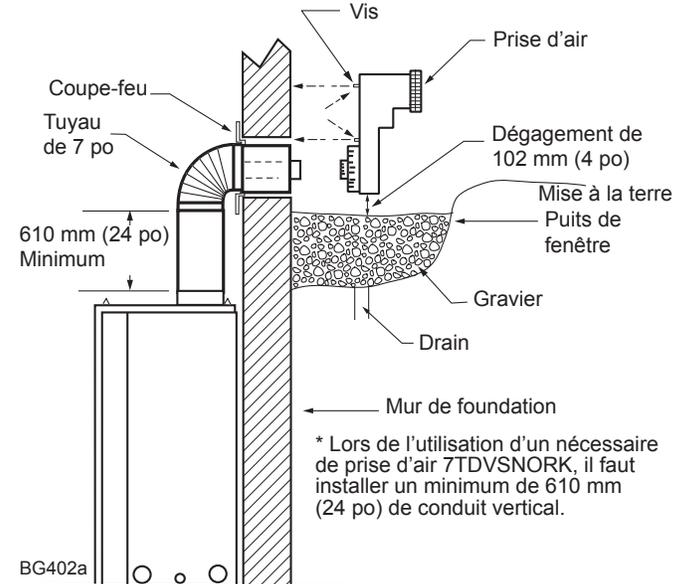

Figure 21 -
2. Creusez le sol jusqu'à une profondeur d'environ 16 po sous le socle de la prise d'air. Installez le conduit de drain. Installez le puits de fenêtre (non compris). Remplissez le trou de 12 po de gravier grossier, en laissant un dégagement d'environ 4 po sous la prise d'air. *Figure 21*
7. Nivelez le sol de manière à assurer un dégagement constant de 4 po sous la prise d'air. *Figure 21*